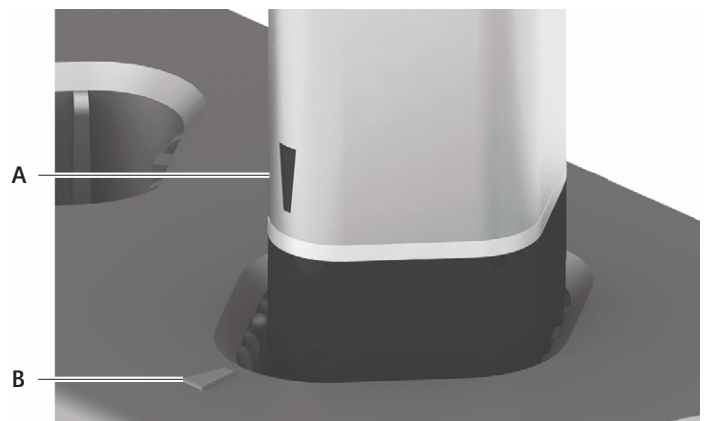

Abb. 1 Akku in Ladeschacht stecken
- Akkus mit den Kontakten nach unten so in den Ladeschacht stecken, dass die Markierung A am Akku mit der Markierung B am Ladeschacht übereinstimmt, siehe Abb. 1.